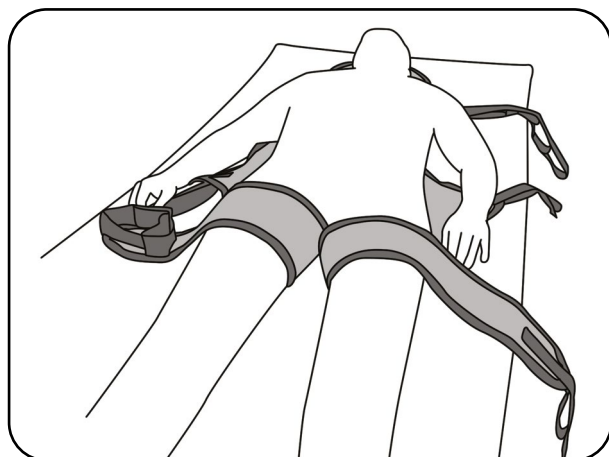

Abb. 8.3.02 - Beinstützen zwischen den Beinen des Patienten positioniert
7. Drehen Sie den Patienten wieder auf den Rücken und ordnen Sie die Beinstützen zwischen den Beinen des Patienten an (Abb. 8.3.02). Achten Sie darauf, dass die Beinschlaufen gleich lang sind. Die Schulerschlaufen liegen jeweils im Bereich der rechten und linken Schulter und die Kopfschlaufen oberhalb.